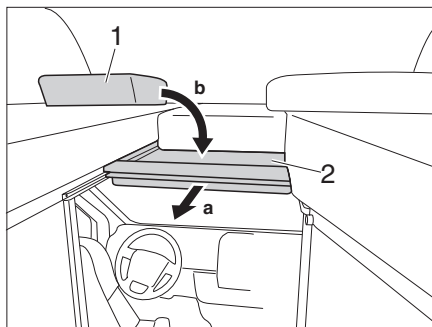

Bild 55 Skiljeplattan till förarhytten
- Dra sängbotten (Bild 55,2) framåt i handtaget.
- Lägg dynorna (Bild 55,1) på sängbotten.
- Lägg dynorna (Bild 55,1) åt sidan
- Skjut sängbotten (Bild 55,2) bakåt.